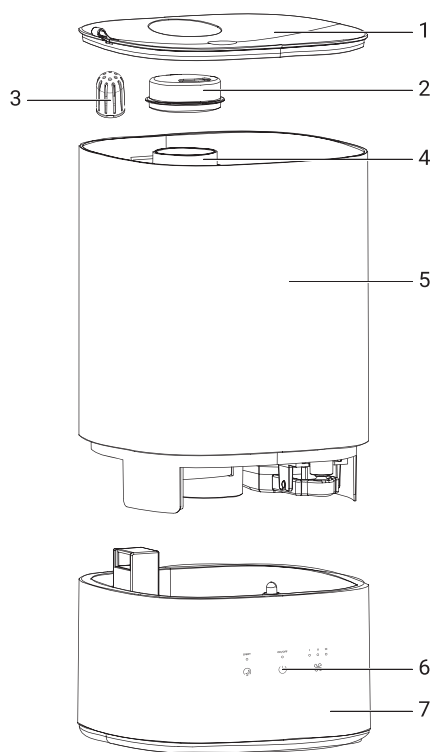

Рис.1.
- До начала чистки необходимо выключить прибор кнопкой переключения режимов (рис. 1) и отключить устройство от сети.
- Снимите крышку распылителя и выньте емкость для воды (рис. 1). Слейте воду из основания прибора. Следите за тем, чтобы вода не попала в шахту вентилятора. Если это произошло, необходимо дать прибору высохнуть и обратиться в сервисный центр.